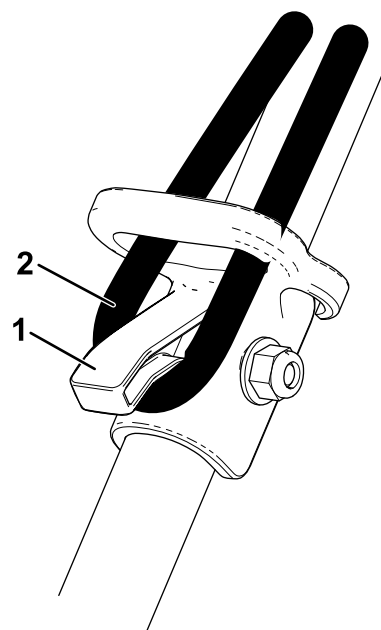

Figure 9
**Remarque:** Pour éviter que la rallonge ne se débranche en cours d'utilisation, utilisez le dispositif de blocage sur la partie supérieure du guidon avant de la connecter à la machine (Figure 9).